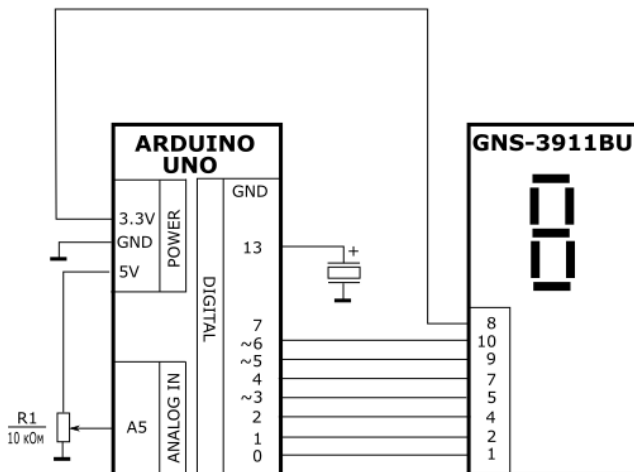

Рис. 1. Принципиальная электрическая схема системы
1) По принципиальной электрической схеме (рис. 1) определить вывод аналогового порта, к которому подключен потенциометр и выводы цифрового порта, к которому подключены пьезоэлемент и семисегментный индикатор (семисегментный индикатор подключен также, как и в Л.Р. № 2).